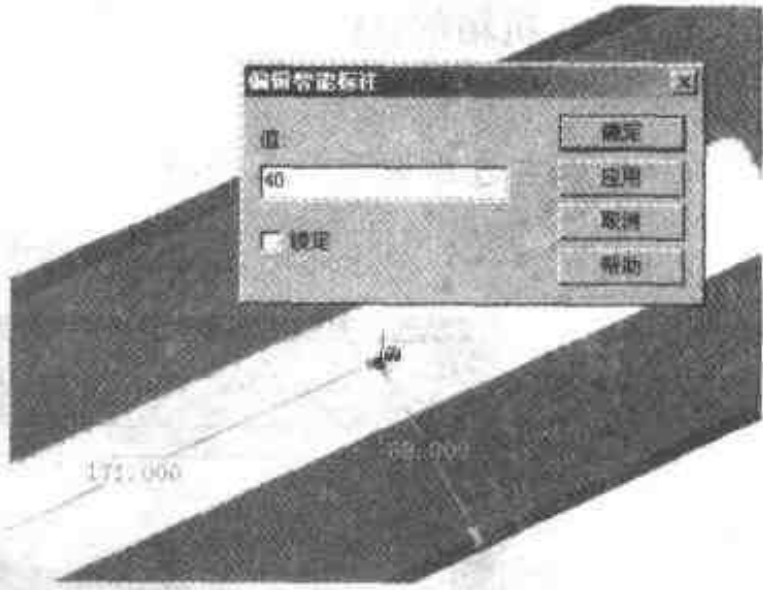

图 4.121 修改智能标注
- (2) 右击表示与下边距离的智能标注尺寸，将其值修改为 40，如图 4.121 所示。